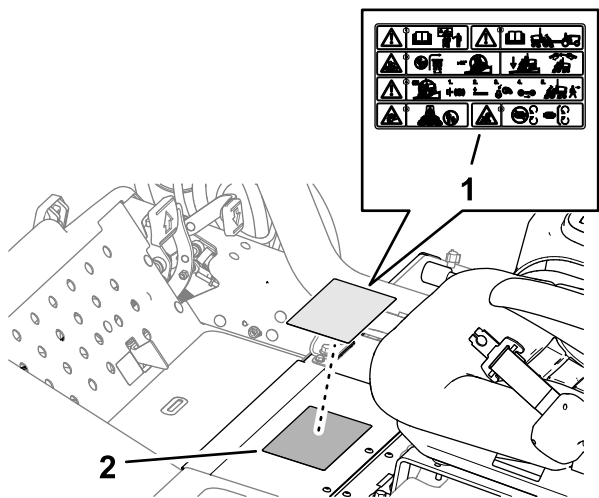

Figura 23
1. Limpe o adesivo de aviso padrão com álcool e deixe secar a estrutura (Figura 23).
2. Retire a parte de trás e aplique o adesivo de aviso CE (peça n.º 121-7928) sobre o adesivo de aviso padrão como se mostra na Figura 23.